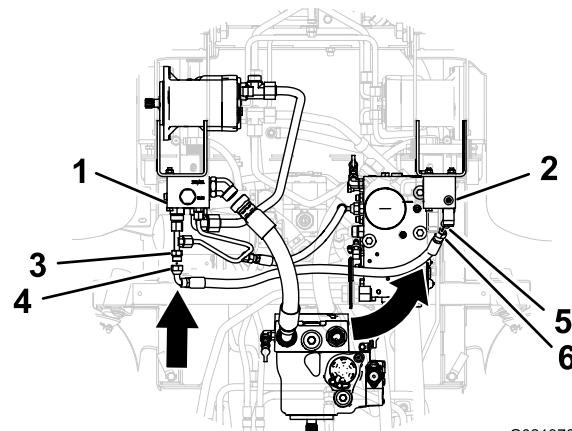

Figura 14
- Alinhe o encaixe de 90° da mangueira transversal com o encaixe rosado a direito do encaixe em T (Figura 14).
- Alinhe o encaixe a direito da mangueira cruzada com o encaixe hidráulico de 45° no coletor de tracção traseiro (Figura 14).